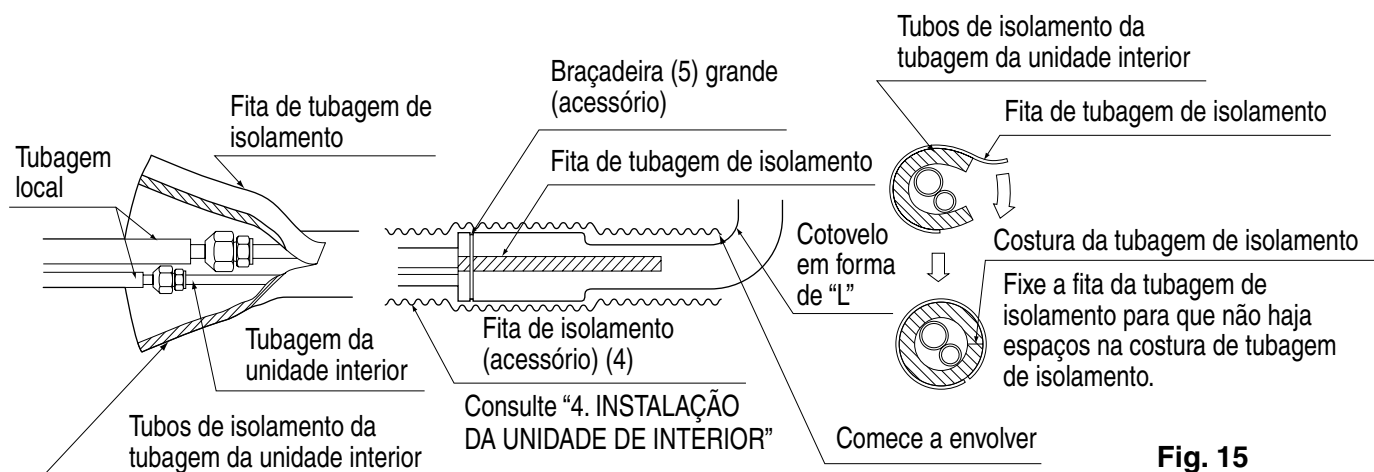

Fig. 15
- Depois de verificar se há fugas de gás, certifique-se de que isola as ligações do tubo, utilizando a tubagem de isolamento da tubagem e a fita de isolamento (4) suplementares. A fita de isolamento (4) deverá ser envolvida a partir do cotovelo em forma de “L” e em toda a extensão até ao interior da unidade. **(Consulte a Fig. 15)**